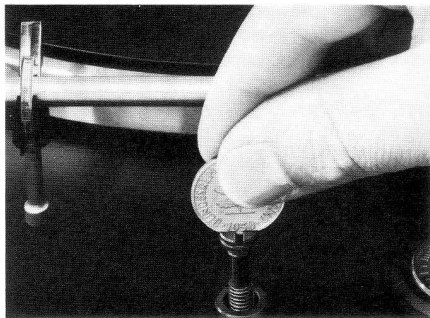
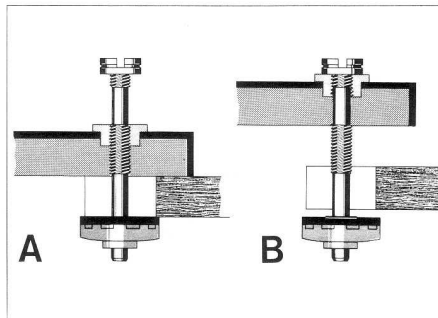

Fig. 1
Fig. 2
- Zum Lösen der Transportsicherungsschrauben (Fig. 1) drehen Sie diese im Uhrzeigersinn, bis sie ca. 15 mm tiefer rutschen und ziehen Sie – durch Weiterdrehen im Uhrzeigersinn – fest. Damit ist der Plattenspieler für die Spielstellung federnd gelagert (Fig. 2/B).